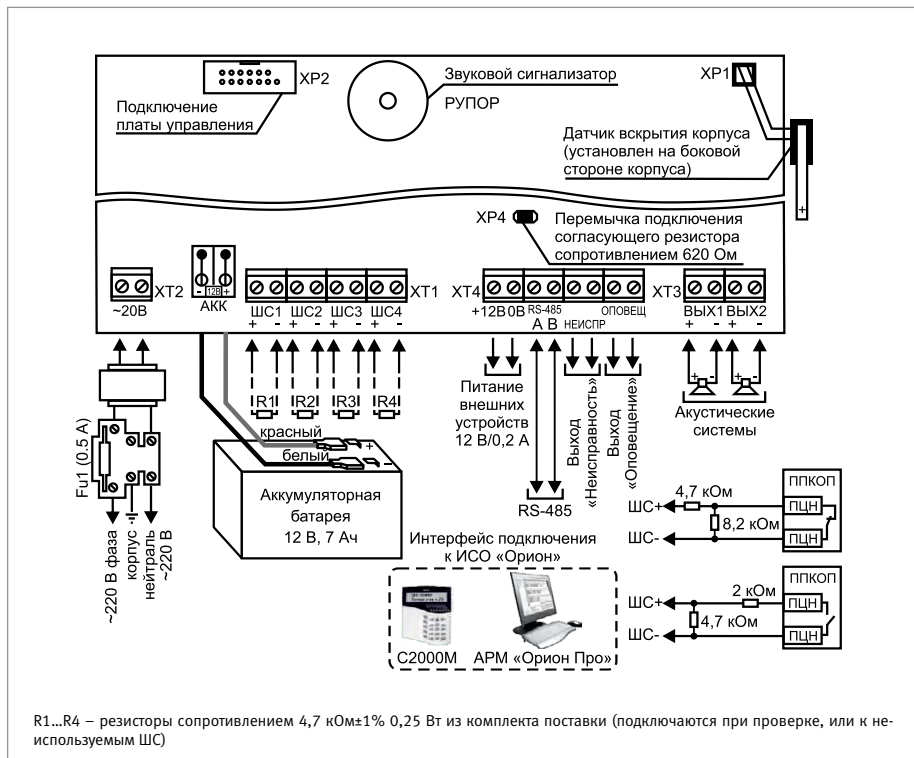

Рисунок 1. Схема внешних соединений блока «Рупор»
3. Схема внешних соединений приведена на Рисунок 1.